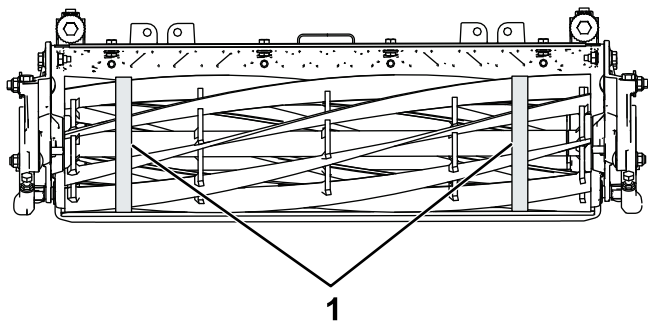

Рисунок 41
- Используя рулетку для измерения диаметров, измерьте наружный диаметра барабана на обоих концах (Рисунок 41); разница наружных диаметров на разных концах должна быть меньше 0,010 дюйма (0,250 мм). Если разница больше, заточите, чтобы устранить ее.